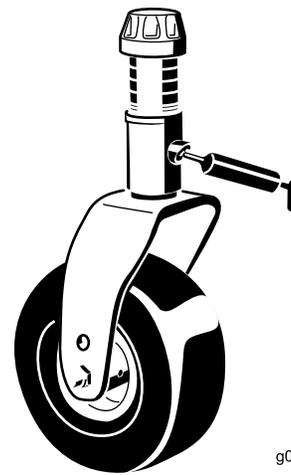

Рисунок 69
- Втулка вала вилки поворотного колеса (1 шт.) (Рисунок 69)